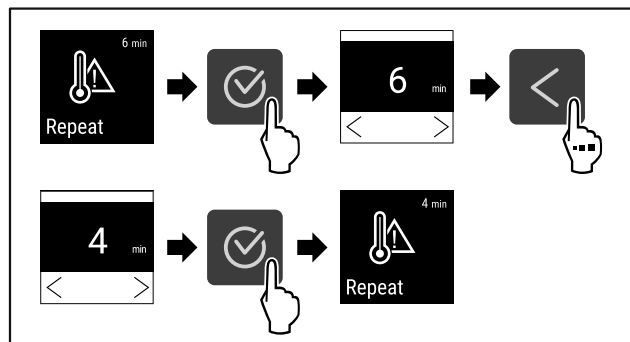

Fig. 101
- ▶ Stappen (zie Fig. 101) uitvoeren.